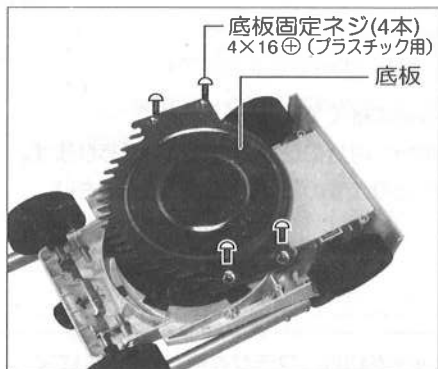

図15
- ①本機を裏返しにしてください。
- ② ⊕ドライバー(市販品)で底板固定ネジ(4本)(4×16 ⊕ プラスチック用)をぬいて、底板を外してください。(図15参照)